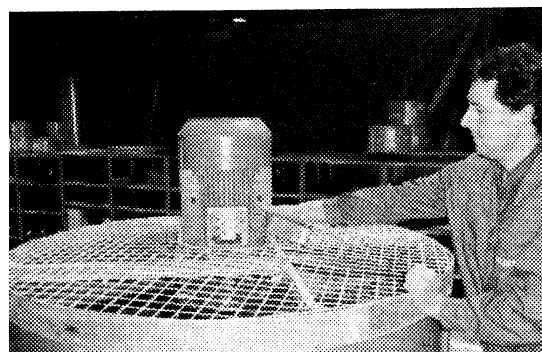

Fig. 28
- a) Checking the electric motor consumption: Open the terminal box of the motor removing the 4 screws of the cap. By means of a multimeter, check voltage and current of each of the terminals (fig. 28). The readings must be within the admissible values for each motor.
- a) Vérifier la consommation du moteur: Ouvrir la boîte à bornes du moteur en enlevant les quatre vis du couvercle. À l'aide d'un multimètre, vérifier la tension et l'intensité de chacune des prises (fig. 28). Les lectures devront être comprises entre les valeurs adéquates pour chaque moteur.
- a) Comprobar consumo del motor: Abrir la caja de bornas del motor quitando los 4 tornillos de la tapa. Mediante un multímetro comprobar la tensión e intensidad de cada una de las tomas (fig. 28). Las lecturas deberán estar dentro de los valores adecuados para cada motor.